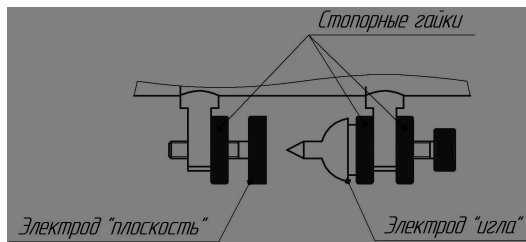

Рис. 2. Искровой промежуток
6.5 Регулировка искрового промежутка для определенного класса напряжения производится в испытательной лаборатории путем изменения расстояния между электродами «плоскость» и «игла» на необходимую величину с последующей фиксацией электродов стопорными гайками (Рис.2).